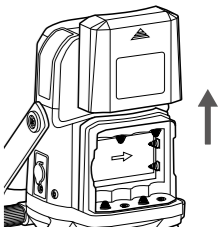

図 1
1. バッテリーカバーを上方向へスライドし外します。(図 1)